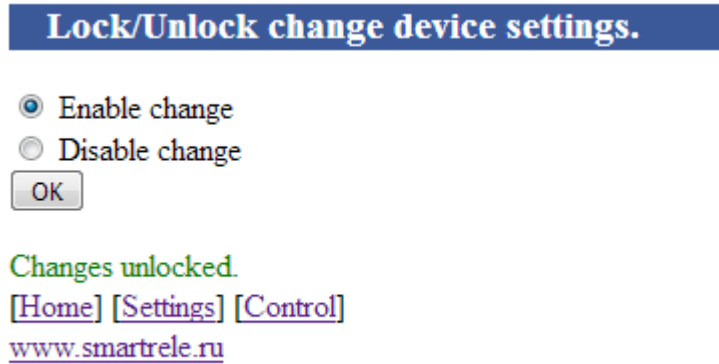

Рисунок 2 – страница разрешения изменения настроек интерфейса
9.5 Для разблокирования изменения настроек интерфейса введите в поле пароль «admin» и нажмите кнопку «OK», если пароль введен верно отобразится страница разрешения изменения настроек (рис. 2), иначе в строке сообщений отобразится надпись «Incorrect password» красного цвета.